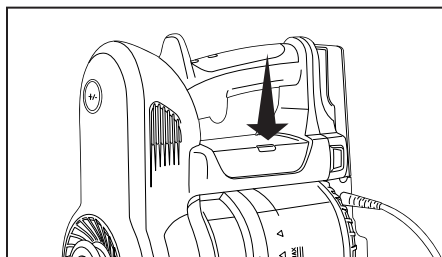

Fig. 4
2. Branchez le chargeur de batterie sur la station de rangement/recharge et sur une prise secteur (Fig. 3). Le voyant de la batterie sera rouge pendant que la batterie charge. Lorsque le voyant est bleu, la batterie est complètement chargée (Fig. 4). Le temps de charge est d'environ 4-5 heures.